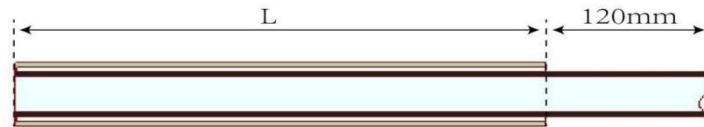

图 6.5 采样管示意图
- 采样管： $\phi 14*10$ 管裁剪长度为 L（L 为系统装置与钛金属采液端体间合适的距离）， $\phi 6*4$ 管裁剪长度为 L+120mm，并将 $\phi 6*4$ 管从 $\phi 14*10$ 管中同轴穿入，采样管即组装完成（详见图 6.5）；